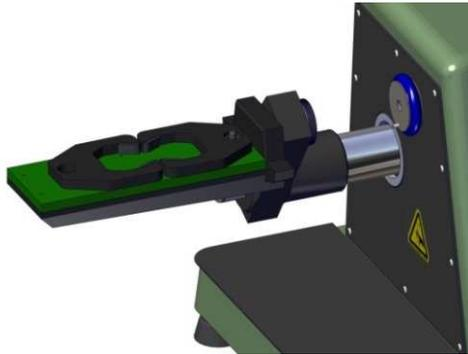

Рисунок 5.8.2
3. Установите левую часть зажима и изгибающий мост на верхнюю поверхность основания приставки (Рисунок 5.8.2). Мягко вставьте шпильку моста в отверстие, расположенное в центре стационарного держателя зажима (Рисунок 7.3, Поз. 11).